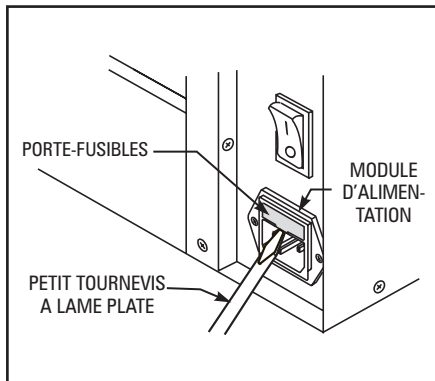

Figure 3
1. Retirer le porte-fusibles qui est inclus dans le module d'alimentation et se trouve à l'arrière de l'imprimante au moyen d'un petit tournevis à lame plate ou d'un outil similaire. Se reporter à la Figure 3.